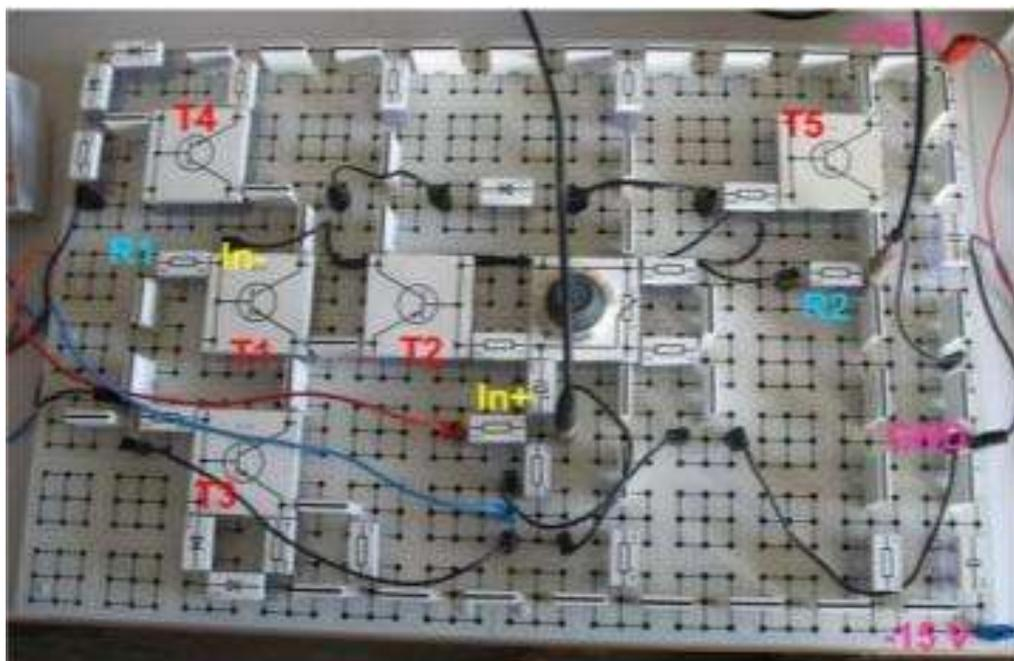
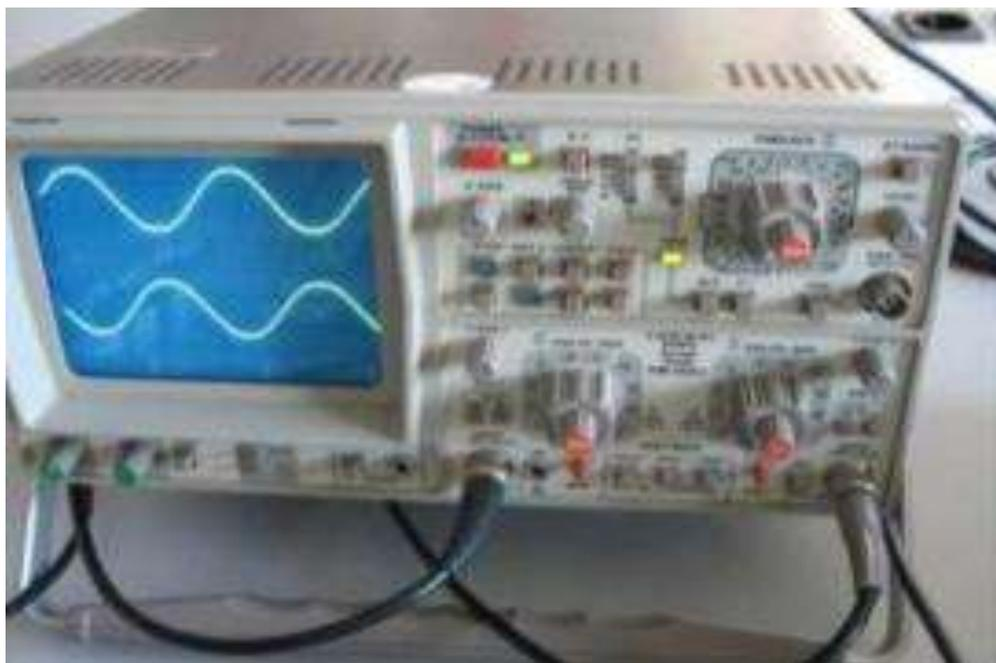

Рис.10.2. Внутренняя схема цеп инвертирующего ОУ (принципиальная схема приведено в рис.10.1).
Рис.10.3.Входной (верхний) и выходной (нижний) сигналы операционного усилителя (инвертирующий операционный усилитель).
Принципиальная схема ОУ приведено в рис.10.1 и соответствующий экспериментальная установка приведено в рис.10.2. В рис.10.2 приведено оба типа ОУ требующие изменение в цепи для перехода на другой тип усилителя приведено в рис.10.3.
- Через резисторы  $R_1=1$ кОм и  $R_2=10$  кОм измерьте напряжение  $U_1$  и  $U_A$  (рис.10.3).
измеренного в эксперименте. В зависимости от внутреннего строения ОУ усиления входного сигнала зависит от внешних сопротивлений. (см. рис. 10.2). Из рис.10.3 и 10.4 можно видеть что фазы входных и выходных сигналов в инвертирующей усилителе сдвинуто на  $180^\circ$  (противофазно) и в неинвертирующем усилителе фазы совпадают.